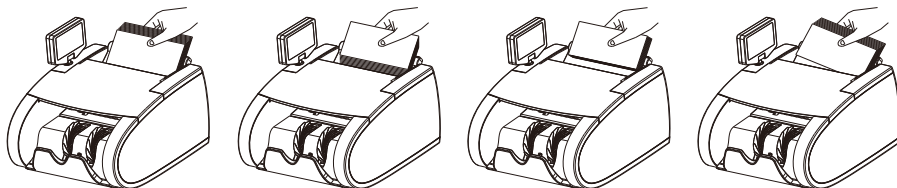

图1 正确放钞操作 图2 错：纸币端面倾斜反了 图3 错：纸币端面未倾斜 图4 错：纸币左右不平
- (1) 做好纸币预处理工作，将破损、裂口、太脏、很皱、过软、粘附异物、浸过液体等的纸币先剔除出来。
- (2) 在【智能】状态下，按不同面额、不同大小将纸币分开整理整齐，分开点钞。
- (3) 在其他状态下，请轻轻敲击纸币底边，使不同宽度的纸币的底边对齐，长宽尺寸小的纸币放在最上面清点。
- (4) 捆扎成叠的纸币，应理顺整理整齐后再点。
- (5) 将纸币尽量往进钞台中间放，不要靠两边放，特别是较短的纸币。
- (6) 由于机器先将最上面的一张纸币转入清点，因此放入进钞台的一叠纸币，上面的纸币应向前斜，下面的纸币应向后斜。如图1所示将纸币端面整理成与进钞台滑钞板斜面方向一致的倾斜状，沿滑钞板左右平整放入。图2、图3、图4均为不正确的放钞方法。